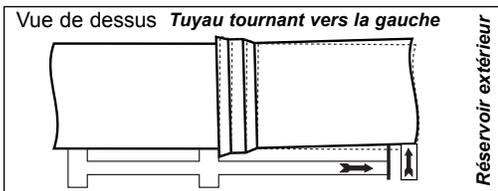

fig. 4
- Tournant vers la gauche — fig. 4.